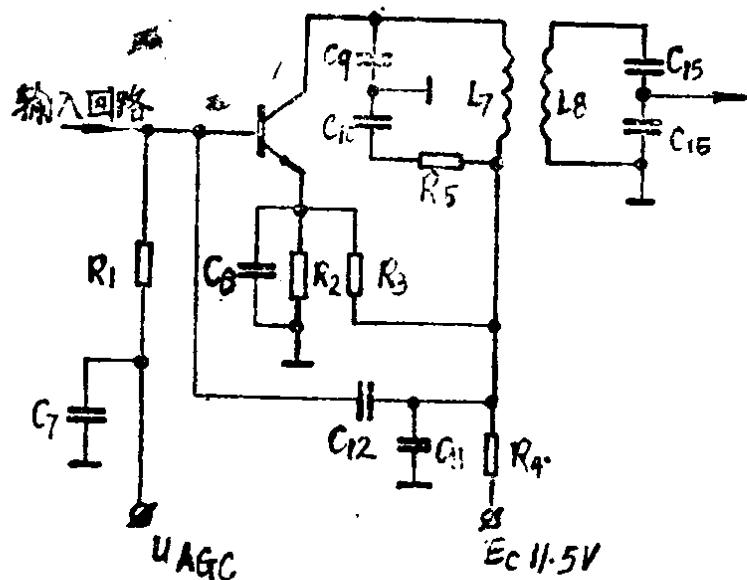

图 1—1—5
2. 双调谐回路：在  $BG_1$  集电极的输出端和下一级混频管基极之间，我们采用所谓双调谐回路，作为调谐放大器的负载，此即图1—1—5中的  $C_9$ 、 $C_{10}$ 、 $L_7$  组成初级调谐回路，接在  $BG_1$  的集电极输出端；  $C_{13}$ 、 $C_{14}$ 、 $L_8$  组成次级调谐回路，接至混频管基极输入端，初级与次级之间由电感线圈  $L_7$ 、 $L_8$  作磁耦合。通常初、次级都调谐在同一个谐振频率（即所需收看频道频率）上，这样，所选择频道信号，便能顺利通过双调谐回路而加到